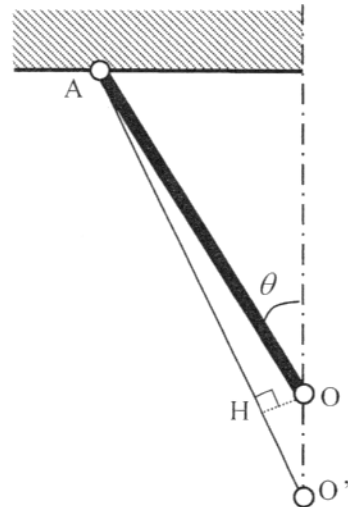

図 1-5
棒①の軸応力を σ_1 ，棒②の軸応力を σ_2 とする．構造は鉛直軸に対して対称なので $\sigma_1 = \sigma_2$ である．点 O における鉛直方向の力のつりあいより， $P =$ (a) となり， $\sigma_1 = \sigma_2 =$ (b) と求められる．この応力により発生する棒①の軸方向の伸びを δ_1 とすると， $\delta_1 =$ (c) となる．図 1-5 のように棒①および棒②の伸びにより点 O が点 O' に移動したとする． AO' に対して垂線 OH を立てると，長さ $O'H$ は近似的に伸び δ_1 に等しいとみなしてよく，また OO' と HO' のなす角度は近似的に θ とみなしてよいので，点 O の鉛直下向き変位は $\delta =$ (d) となる．このトラス構造のように，静力学的力のつり合いのみで応力と変位が決定できる構造は (e) 構造と呼ばれる．